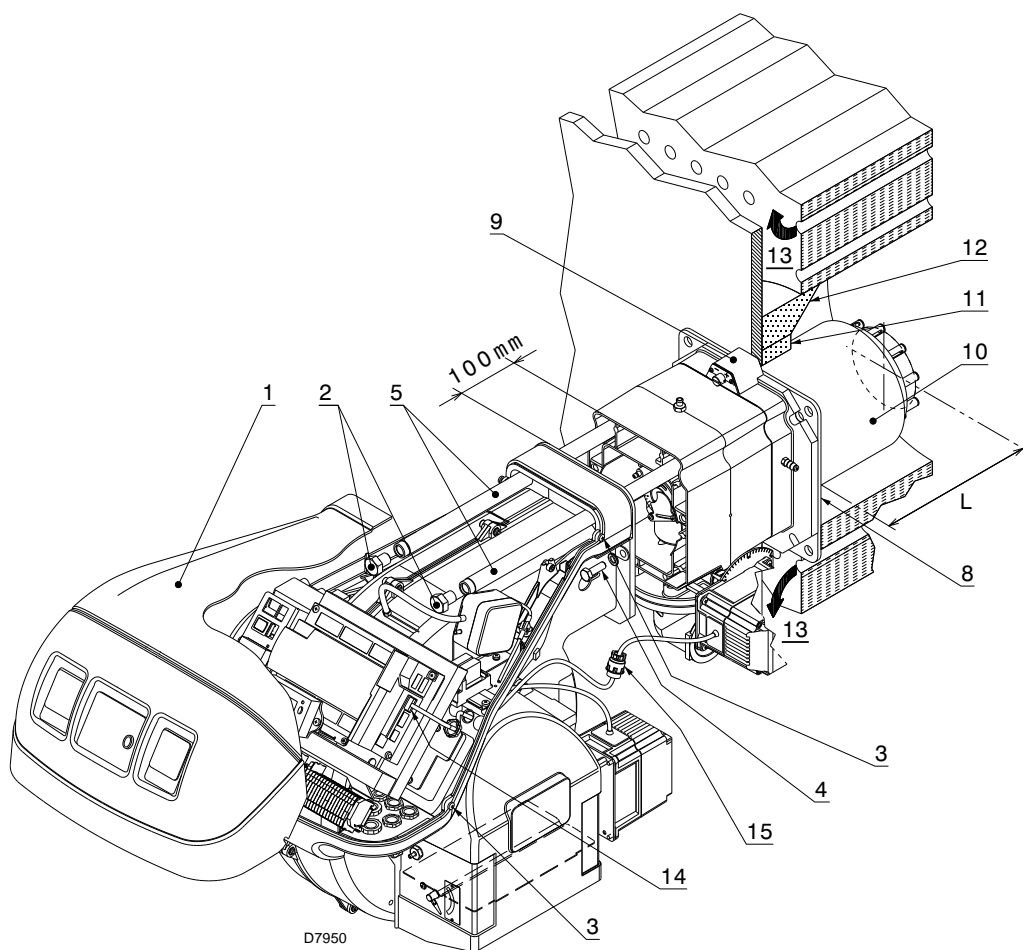

Fig. 16
Per le caldaie con giro dei fumi anteriore 13)(Fig. 16 a pag. 25), o con camera ad inversione di fiamma, eseguire una protezione in materiale refrattario 11), tra refrattario caldaia 12) e boccaglio 10).
Per le caldaie con il frontale raffreddato ad acqua non è necessario il rivestimento refrattario 11)-12)(Fig. 16), se non vi è espressa richiesta del costruttore della caldaia.
Separare la testa di combustione dal resto del bruciatore, come in Fig. 16; procedere come segue:
- rimontare il bruciatore sulle guide 3) a circa 100 mm dal manicotto 4) - bruciatore nella posizione illustrata in Fig. 16 a pag. 25;
- connettere la spina del servomotore 14)(Fig. 16) ed avvitare il passacavo 15);